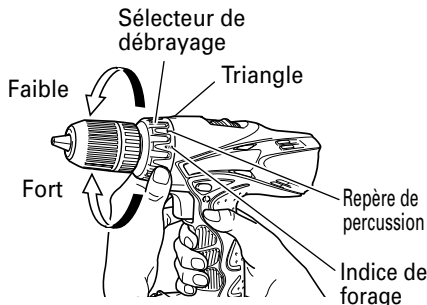

Fig. 6
- Vérification de la position du sélecteur de débrayage (Voir Fig. 6)
3. Commutation rotation/percussion (Voir Fig. 6)